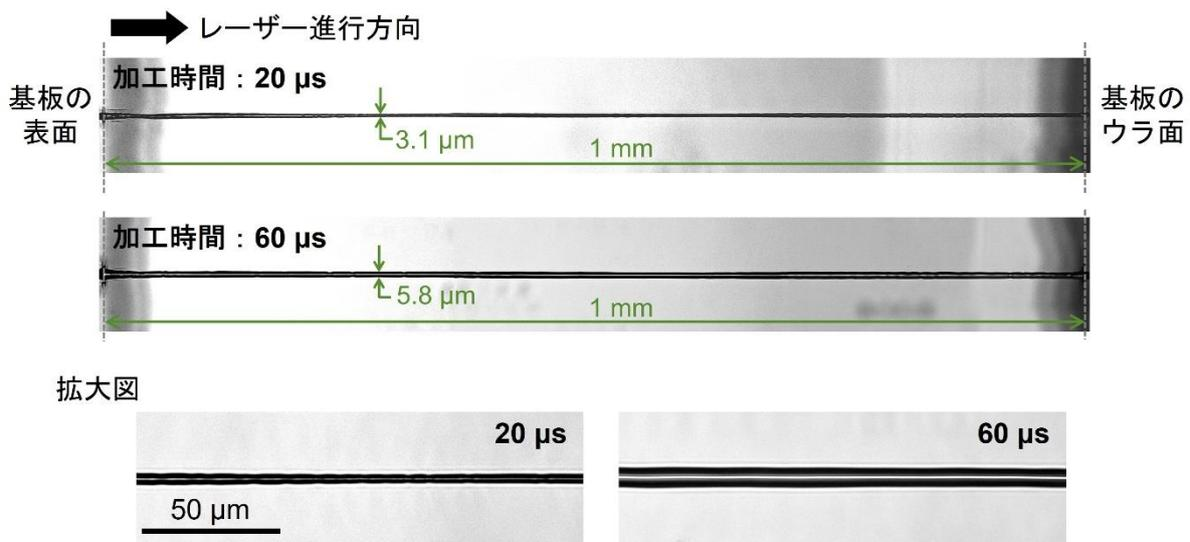
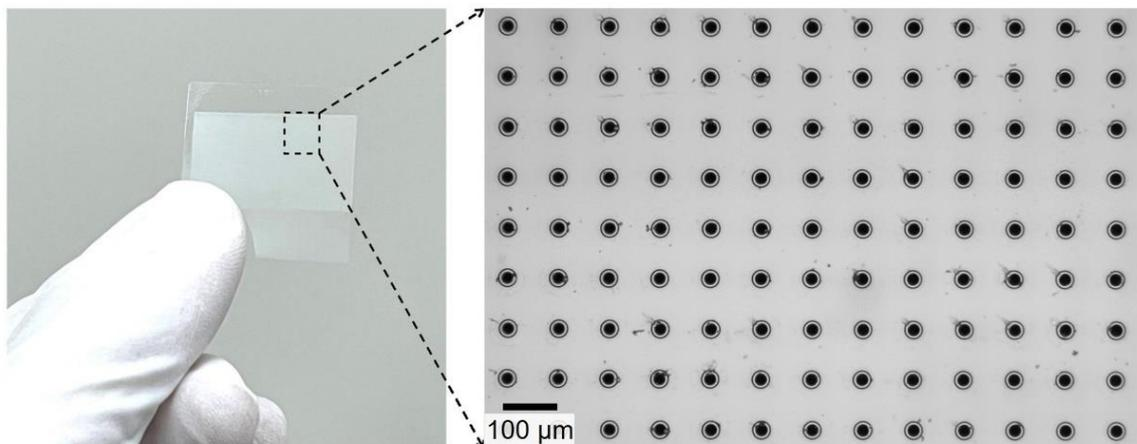

図1：提案手法によって厚さ1 mmのガラス基板に形成された貫通穴。
図 2：ガラス基板へ多量の貫通穴を超高速加工（穴間隔 100 μm）。
今回、東京大学の伊藤佑介講師、張艶明特任助教らとAGC株式会社による研究グループは、レーザーの時間波形と空間波形を制御することにより、加工速度を100万倍高速化することに成功しました（図1）。この研究に先立ち、本グループでは2018年に、ガラス内部に一時的に自由電子を生成し、光吸収性を増大させた領域のみを選択的に高速加工する「過渡選択的レーザー加工法（TSL加工法 = Transient and Selective Laser加工法）」を開発していましたが（関連情報：プレスリリース①）、半導体産業の要求を満たす速さ、形状、精密性を実現できていませんでした。
今回の研究では、時間波形の制御に加え、空間波形を制御した「ベッセルTSL加工法」の開発により、速さ、形状、精密性の全てにおける劇的な改善に成功しました。本手法では、レーザーの空間波形をベッセルビーム（注2）に整形することで、光強度分布を高アスペクト比（ここでは穴の深さと直径の比率を表す）なライン状に制御しました。時間波形については、ピコ秒オーダーの鋭いレーザーパルスと低強度のマイクロ秒オーダーのレーザーパルスを重畳させることで、ガラス基板の表面から裏面を貫く高アスペクト比な自由電子領域を生成し、その領域のみの選択的な超高速加熱・蒸発を実現しました。これにより、加工時間20 μs （従来比100万倍速）で、深さ1 mm、直径3 μm の高アスペクト比の穴あけ加工を実現しました（図1、図2）。穴の直径は、マイクロ秒レーザーの照射時間という単一のパラメーターで制御すること